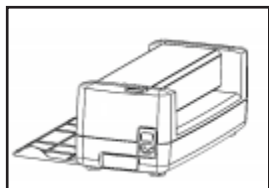

Fig. 1
1. Collegare il cavo di alimentazione elettrico. (Fig.1)